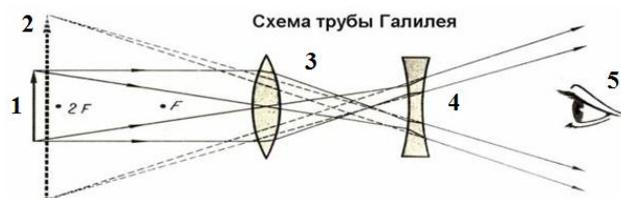

Рис. 1.
Телескоп-рефрактор – оптический телескоп, в котором для собирания света используется система линз, называемая объективом. Работа таких телескопов обусловлена явлением рефракции. Телескоп-рефрактор (рис. 1) содержит два основных узла: линзовый объектив (3) и окуляр (4).